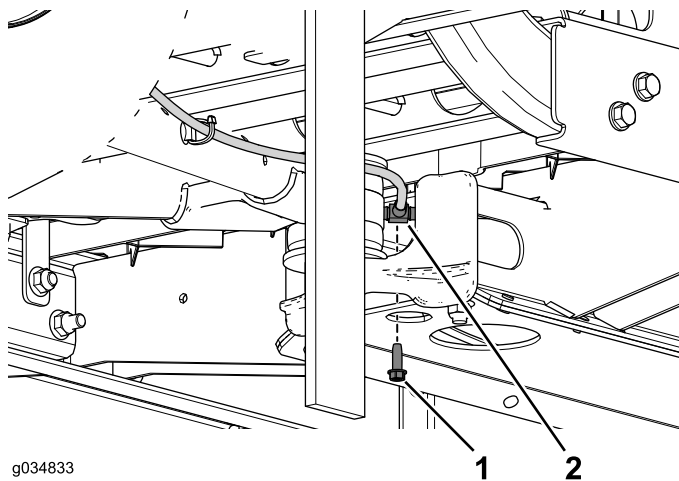

Figura 67
6. Remova o parafuso autorroscante que prende a união em T ao canal central (Figura 67).